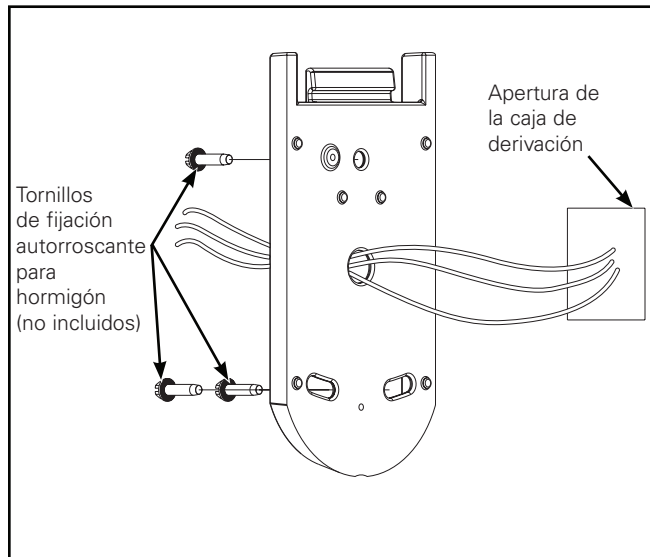

Figura 2.
3. Tire de los cables de conexión a tierra, neutro y de voltaje de línea desde la caja de derivación hacia la placa de pared. (Figura 2.)